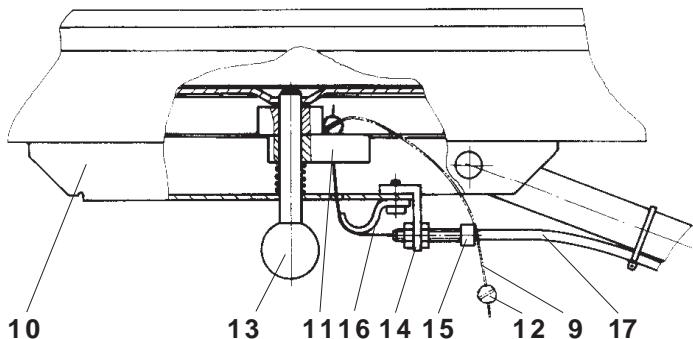
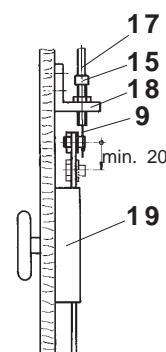

Fig. 6
Fig. 7
### Handtriegelung ENTRA Fig. 6 und Fig. 7
- Seil (9) durch Bohrung im Schlitten (10) und im Führungsstück (11) stecken. Seilende fassen und Schraubennippel (12) montieren.
- Seil (9) zurückziehen bis sich der rote Knopf (13) bewegt.
- Winkel (14) mit Schraube (15) und Seilführung (16) montieren.
- Seil (9) durch Schraube (15) und Bowenzughülle (17) via Zugstange zum Torschloss ziehen.
- Führungswinkel (18) auf Tor festschrauben.
- Seil (9) am Torschloss (19), gemäss Fig. 7, anschliessen und spannen.
- Tor am Schlitten (10) durch Ziehen des roten Knopfes (13) auskuppeln, Fig. 6. Tor von Hand öffnen und wieder schliessen. Es muss leicht und hindernisfrei laufen.